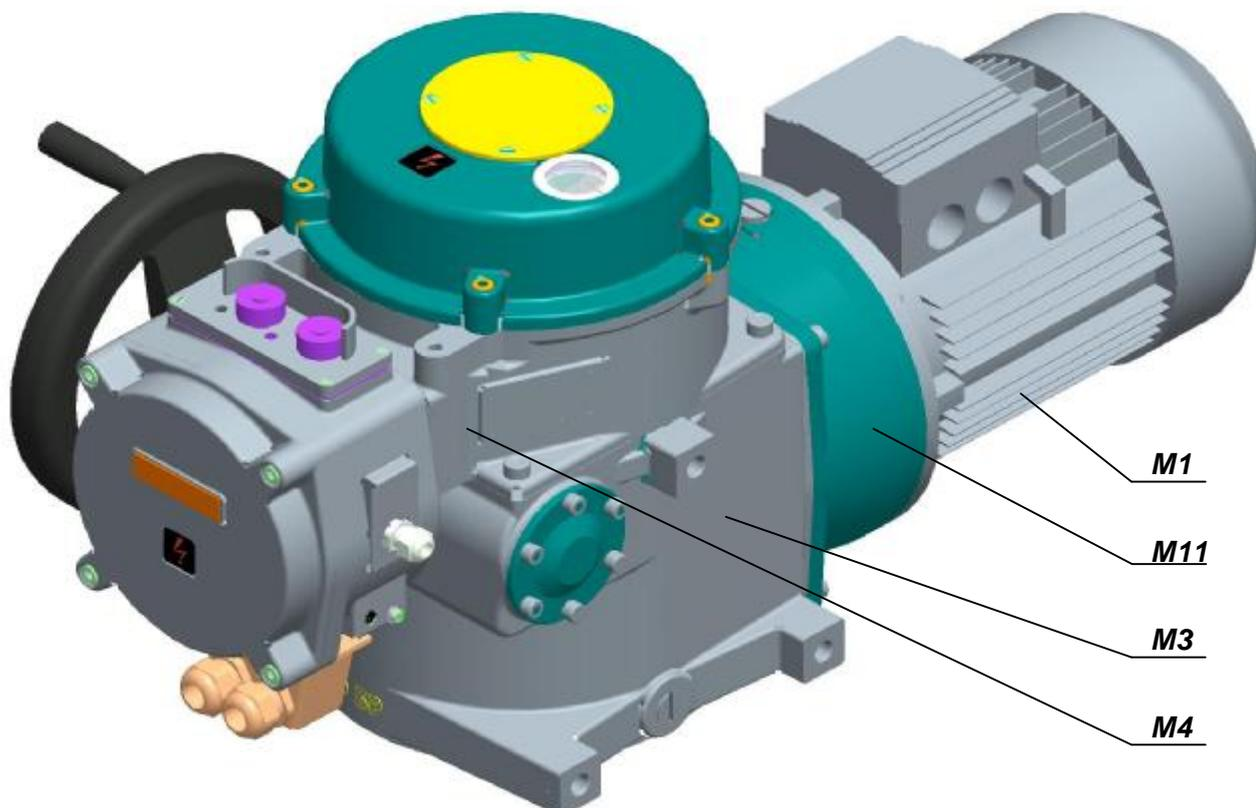
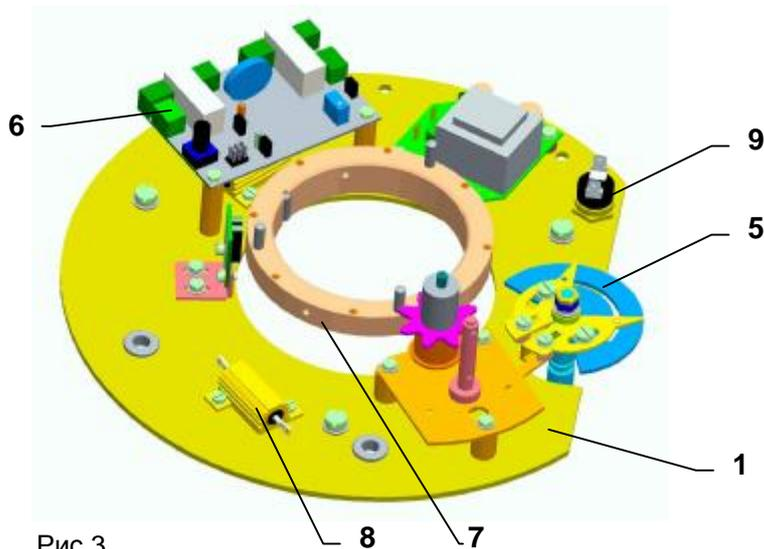
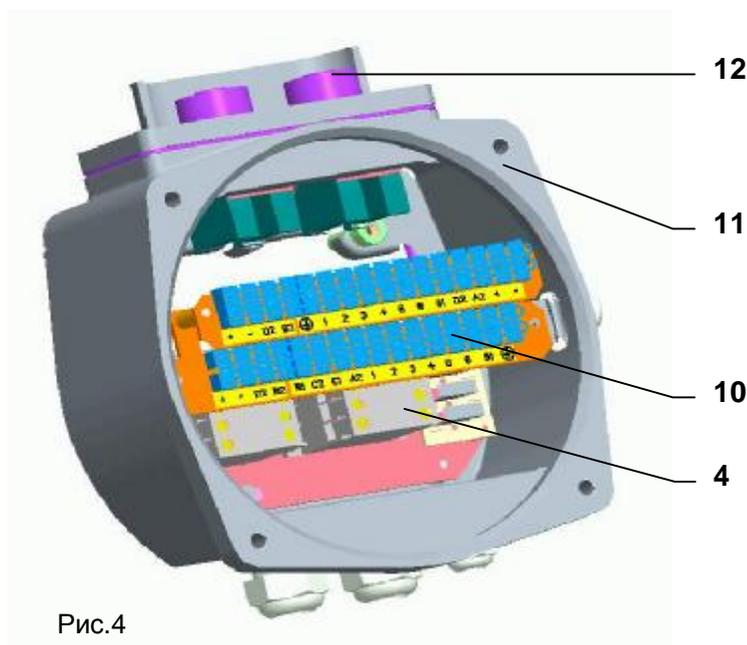

Рис.1
Рис.3
Рис.4
ЭП МО 5Р имеют компактную конструкцию с некоторыми присоединенными модулями. ЭП МО состоят из двух своими функциями отличающимися главных частей (**рис.1**):
Система размещена в корпусе (22). Приводы размещены центрально на выходном валу (24) и представляют собой самостоятельную монтажную единицу. Шестерня электродвигателя переносит крутящий момент на коническое зубчатое колесо(34), которое вместе с сателитами(35) и жестким корончатым колесом - венцом (32), с внутренним зацеплением, создает планетарный редуктор. Поводок планетарного редуктора обеспечивает передачу крутящего момента на выходной вал(24). В верхней части размещен шнек (23) для снятия момента и ручного управления, которое применяется для перестановки управляемого устройства при отключении электрического тока. Перестановка осуществляется при помощи колеса ручного управления (25). Шнек подрессорен, и сила, вызванная крутящим моментом выходного вала, перемещает шнек в направлении оси против силы пружины. Перемещение шнека снимается вилкой с цапфой через валик (29), выходящий в коробку управления. Перемещение шнека пропорционально моменту. Вилка западает в контурную дорожку, что делает возможным вращательное движение колеса ручного управления, то есть ручное управление в любом эксплуатационном режиме. На задней стенке корпуса (22) напротив колеса ручного управления находятся три набалдашника с винтовыми ответствиями, которые позволяют прикрепить ЭП на стену или на вспомогательную конструкцию (рис.1).
**Модуль М4 – шкаф управления (Рис. 1),** помещен в верхней части ЭП и создает самостоятельное функциональное целое. Верхнюю часть образует кожух шкафа управления. Нижняя часть шкафа управления включает шкаф силовой передачи и создает несущую часть передачи управляющей плиты(1)(Рис.3), которая содержит:
- нагревательное сопротивление(8) с температурным выключателем(9)
- электрическое присоединение через клеммы(10)Рис.4), установленные в шкафе клеммной колодки или через коннектор с кабельными выводными втулками
- контролеры(4) при исполнении с 3-фаз электродвигателем, установлены в шкафе клеммной колодки(11)